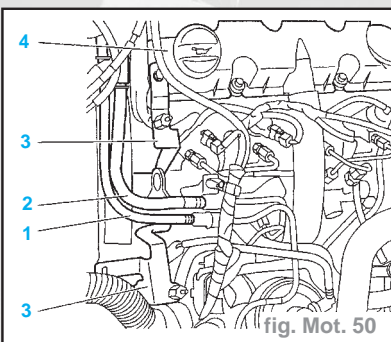
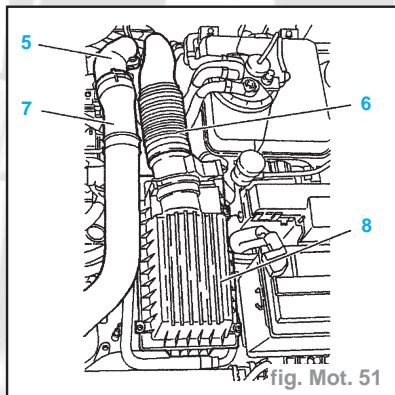

fig. Mot. 50
fig. Mot. 51
- le support (3) cache-style droit (fig. Mot. 50)
- le couvre-culasse supérieur (4)
- la durite d'arrivée gazole (1)
- la durite de retour gazole (2)
- le filtre à air (8) (fig. Mot. 51)
- le raccord (6)